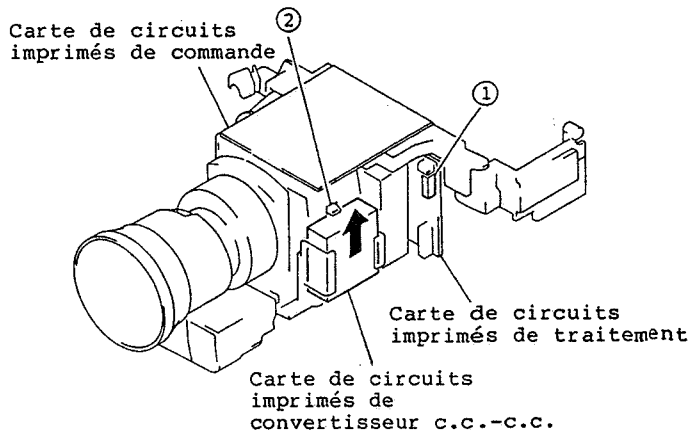

Fig. 2-15
1. Débrancher le connecteur CN205 de la carte de circuits imprimés de traitement. (Se reporter à la figure 2-15)
2. Libérer un (1) segment de fixation et écarter la carte à circuits imprimés de convertisseur DC-DC de son support en agissant dans la direction indiquée par la flèche.